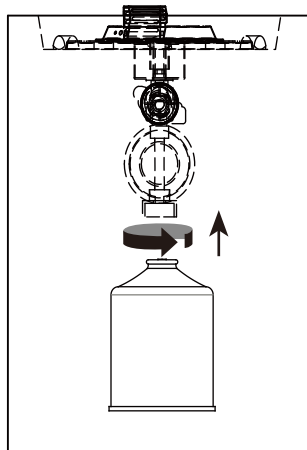

Figura 2
- (1). Prima del collegamento, assicurarsi che non vi siano detriti nella testa del bruciatore o nelle aperture del bruciatore .
- (2). Assicurarsi che la manopola di controllo sia in posizione "OFF". Lubrificare le filettature del regolatore con vaselina.
- (3). Allineare le filettature della bombola del gas con il regolatore.
- (4). Inserire la bombola del gas.
- (5). Ruotare la bombola in senso orario fino a quando non si incastra perfettamente. **SERRARE SOLO A MANO**. Fare attenzione a non rovinare la filettatura durante l'avvitamento della bombola (vedere la Figura 2).
- (6). Eseguire la prova di tenuta secondo la sezione "Verifica delle perdite".